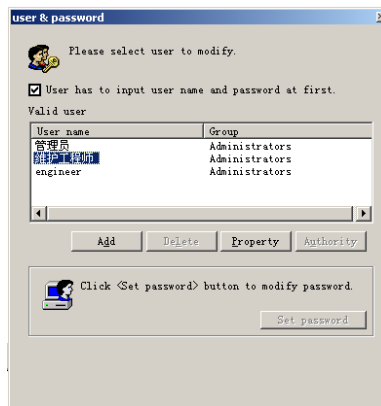

Fig.4-14 Adăuga-i un utilizator și o parolă
b) Selectați [Adăugați] în ghidul de pop-up fereastra de setare, apoi introduceți un nume de utilizator și o parola în fereastra pop-up; faceți clic pe [OK] pentru a reveni la fereastra prezentată în Fig.4-14. Setarea de utilizator și parola este terminată.